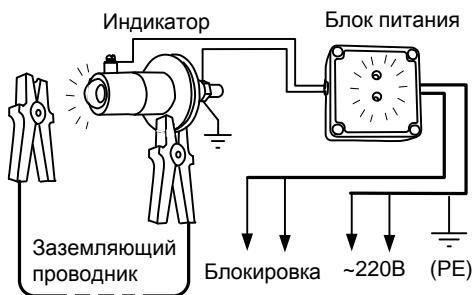
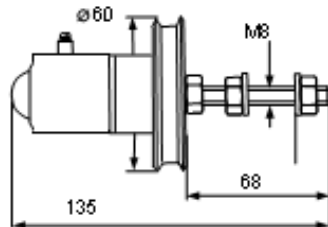

Рис. 7 Устройство УЗА-220В
Рис. 8 Индикатор УЗА
5.2.1 Устройство: В состав устройства заземления автоцистерн УЗА-220В (рис. 7) входит индикатор УЗА-220В (рис. 8), заземляющий проводник (рис. 13, 14) и блок питания БП-УЗА-220В (рис. 9).
Индикатор УЗА-220В (рис. 8) состоит из металлического корпуса с резьбовой шпилькой М8, дисковыми контактами, разделенными изолирующей шайбой, и съемного колпачка, в котором находятся яркий светодиод красного цвета (угол обзора 180°) и плата контроллера, залитые компаундом. На шпильке М8 установлены гайки, и зубчатые шайбы, обеспечивающие, при затяжке, надежный электрический контакт для отвода статического электричества.